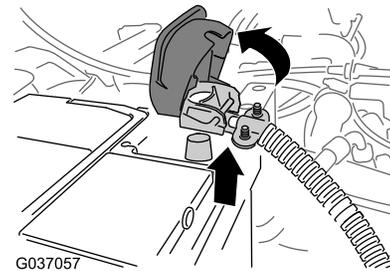

Figura 6
1. Levante a cobertura do cabo negativo da bateria (Figura 6).
2. Retire o cabo negativo da bateria (Figura 6).